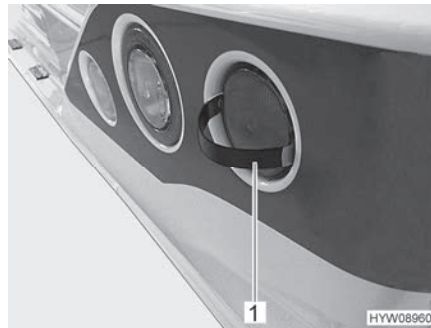

Bild 216 Abdeckung abnehmen
- Rastungen des mitgelieferten Werkzeugs (Bild 216,1) wie dargestellt neben der Abdeckung einstecken.